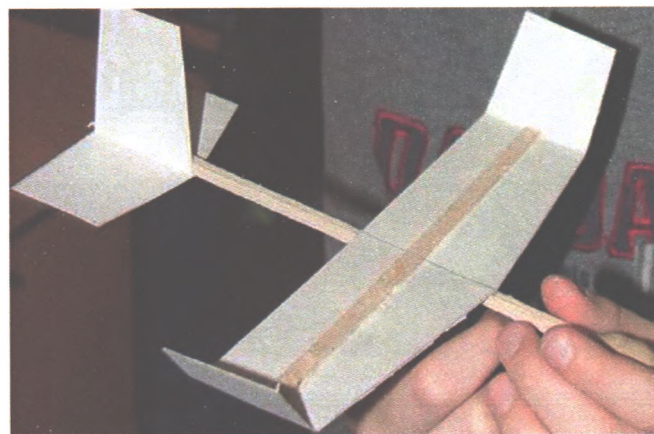

Рисунок 6
5. При полёте модели обнаруживаются ее колебания в воздухе – крыло наклоняется влево или вправо. Чтобы устранить эту неустойчивость модели существует 2 способа: 1 – разместить впереди модели небольшую вертикальную рейку, 2 – отогнуть вверх концевые части передней кромки крыла (рисунок 6).